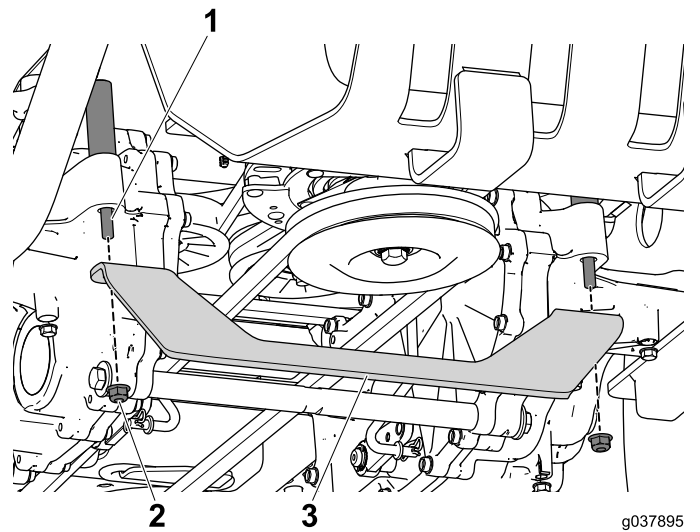

Figura 13
1. Rimuovete i 2 dadi flangiati dai bulloni di supporto sulle trasmissioni sinistra e destra e metteteli da parte (Figura 13).
2. Allineate la staffa ai bulloni di supporto e fissateli con i 2 dadi flangiati che avete rimosso nel passaggio precedente (Figura 13).